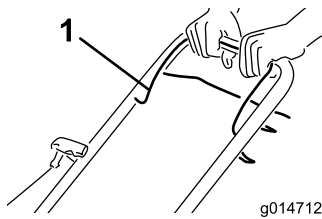

Figure 12
1. Maintenez la barre de commande de la lame (Figure 12) contre le guidon.